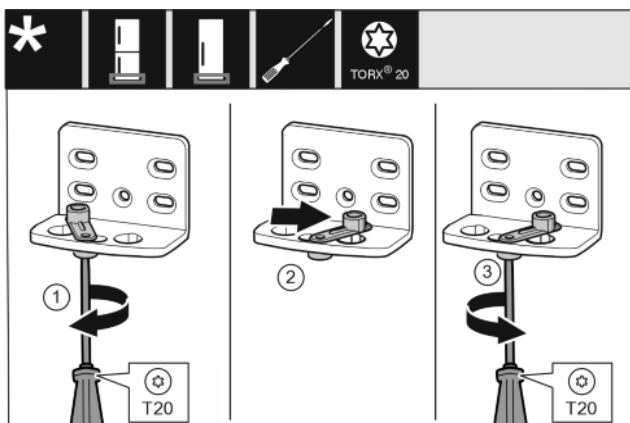

Fig. 14
- ▶ Înșurubați slăbit șurubul cu șurubelnița T20. Fig. 14 (1)
- ▶ Ridicați dispozitivul auxiliar de închidere a ușii și rotiți-l cu 90° spre dreapta în orificiu. Fig. 14 (2)
- ▶ Înșurubați ferm șurubul cu șurubelnița T20. Fig. 14 (3)